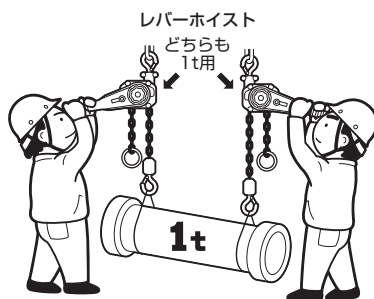
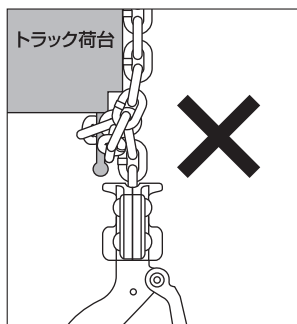

図11
図12
③4 共づりする場合は、それぞれの1台のレバーホイストで、その荷をつれる定格荷重のものを使用してください。図11
③5 ロードチェーンに油が付いているか確認してください。
③6 トラックのロープフック部等に直接ロードチェーンを掛けしないでください。図12